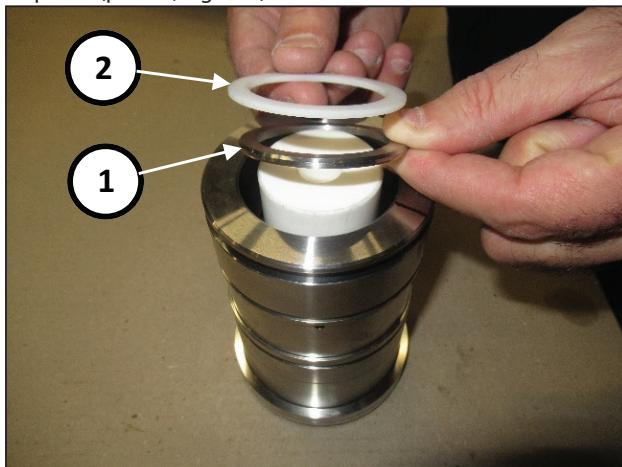

Fig. 178
Introducir la anilla del muelle (pos. ①, Fig. 178) y el anillo raspador (pos. ②, Fig. 178).